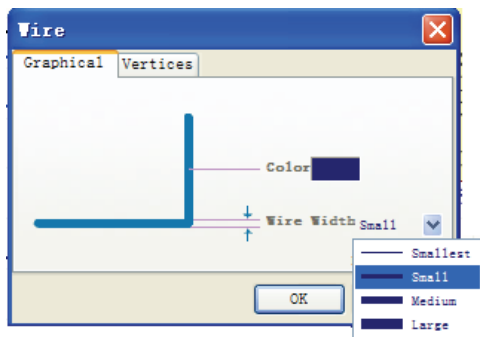

图 7-15 导线属性设置（图形的(Graphical)选项卡）对话框
双击已放置好的导线，弹出导线属性设置对话框，有图形的(Graphical)和顶点的(Vertexes)两个选项卡，如图 7-15 所示。
(1) 单击图形的（Graphical）选项卡，如图 7-15 所示。